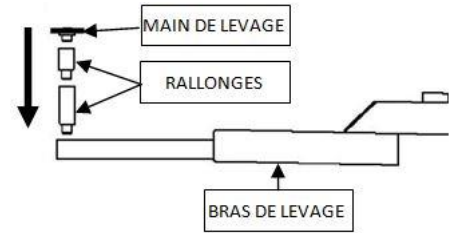

FIGURE 17 : INSERTION DE RALLONGES
9.2 AJUSTER LA HAUTEUR DES MAINS DE LEVAGE EN AJOUTANT OU EN RETIRANT DES RALLONGES DE SORTE À METTRE LE VÉHICULE À NIVEAU ET À FAIRE PARCOURIR LA PLUS COURTE DISTANCE ENTRE LES MAINS DE LEVAGE ET LES POINTS DE LEVAGE RECOMMANDÉS PAR LE MANUFACTURIER DU VÉHICULE. VOIR **FIGURE 17**.
4. INSTALLER LES MAINS DE LEVAGE ET LES RALLONGES DANS LES TROUS AUX EXTRÉMITÉS DES BRAS DE LEVAGE. VOIR **FIGURE 17**.
- 8.2 AJUSTER LA HAUTEUR DES MAINS DE LEVAGE EN RETIRANT OU EN AJOUTANT DES RALLONGES DE SORTE À METTRE LE VÉHICULE À NIVEAU ET À FAIRE PARCOURIR LA PLUS COURTE DISTANCE ENTRE LES MAINS DE LEVAGE ET LES POINTS DE LEVAGE RECOMMANDÉS PAR LE MANUFACTURIER DU VÉHICULE. VOIR **FIGURE 17**.